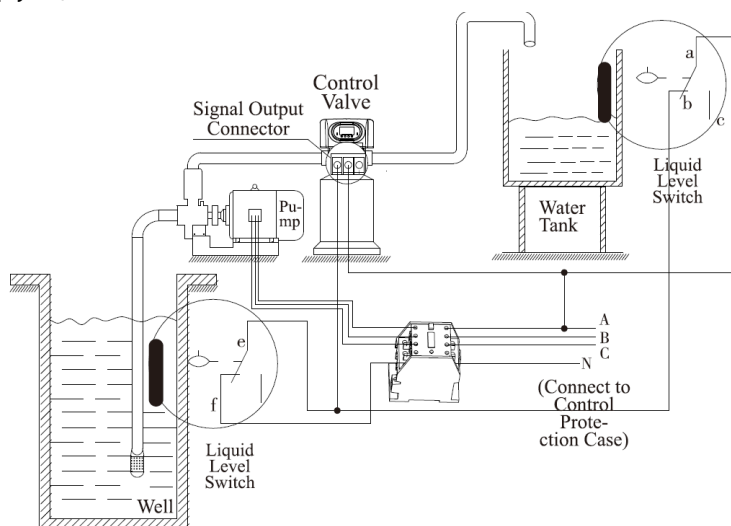

Рисунок 3-6 Подключение жидкостного выключателя в баке воды для управления входным насосом 380 В
3) Датчик уровня воды в ёмкости управляет входным насосом (трехфазный. Рисунок 3-6) (Установка b-01)